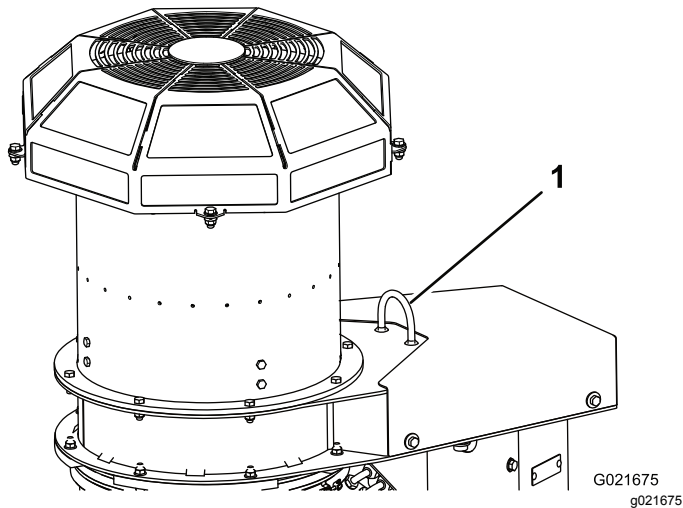

Figura 6
6. Retire a cinta da paleta e coloque-a no aro de elevação no soprador (Figura 6).